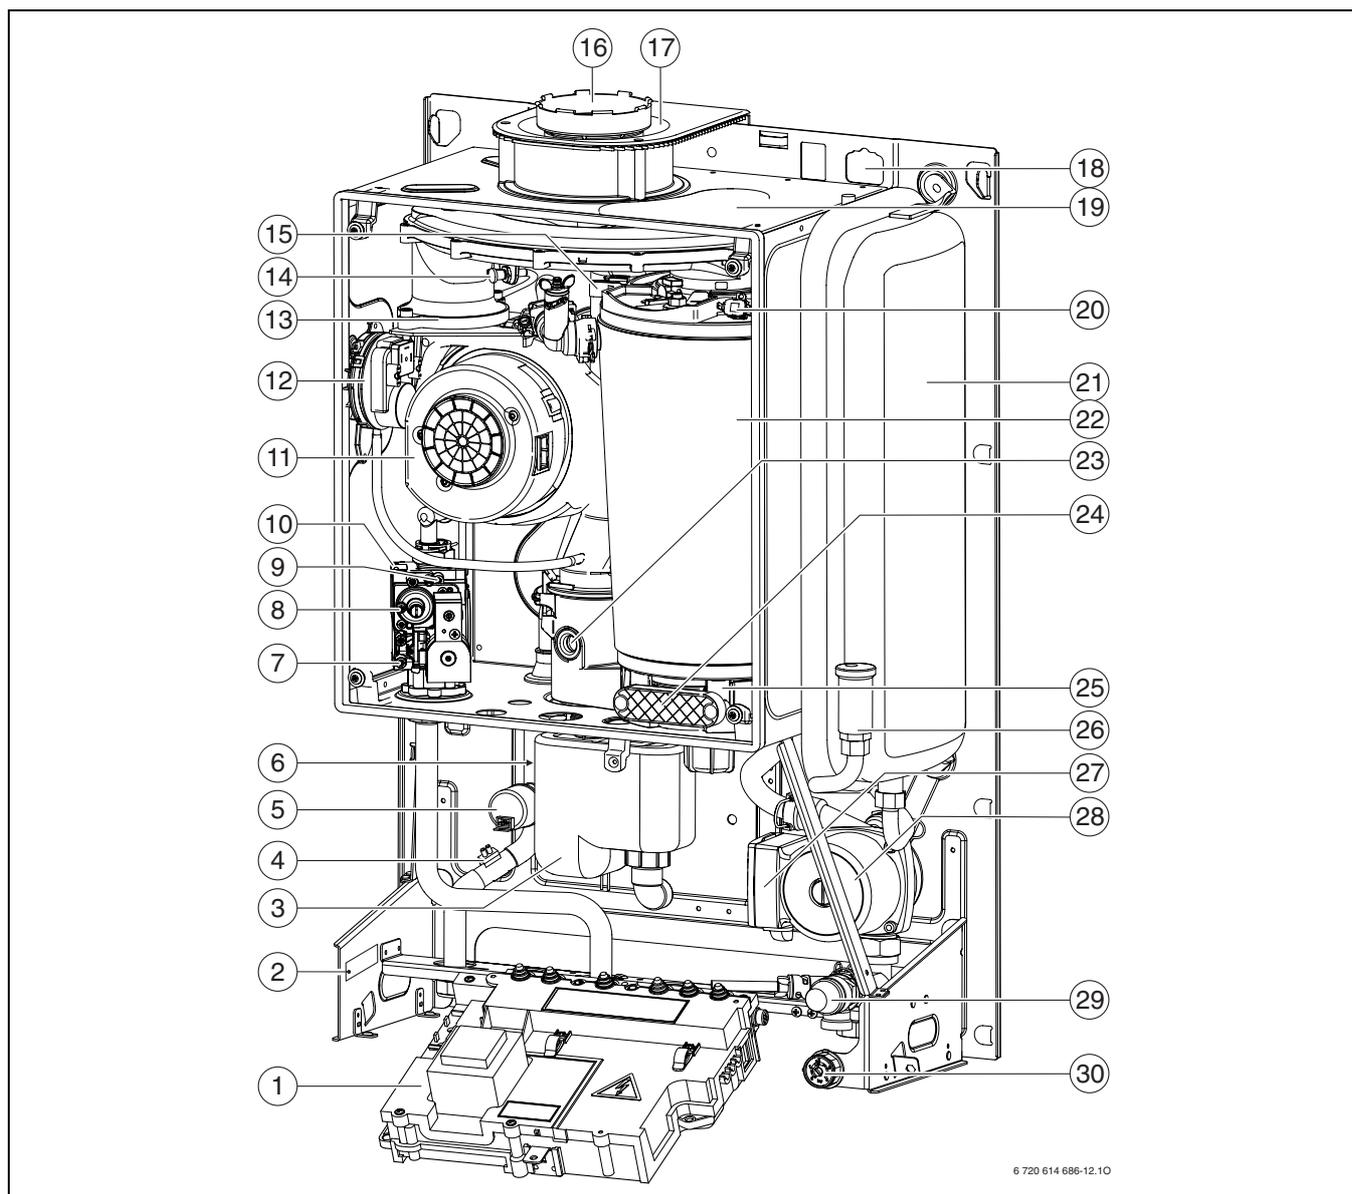

Fig. 5
La targhetta di omologazione (2) è situata a sinistra in basso sulla parete posteriore dietro al dispositivo di riempimento automatico (→ Fig. 5).